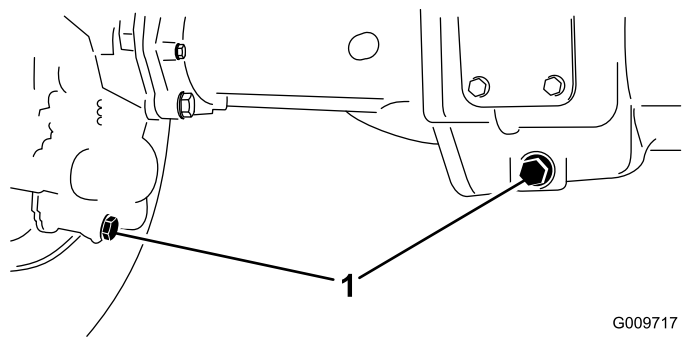

Рисунок 51
2. Очистите область вокруг трех сливных пробок, по одной на каждом конце и одной в центре (Рисунок 51).